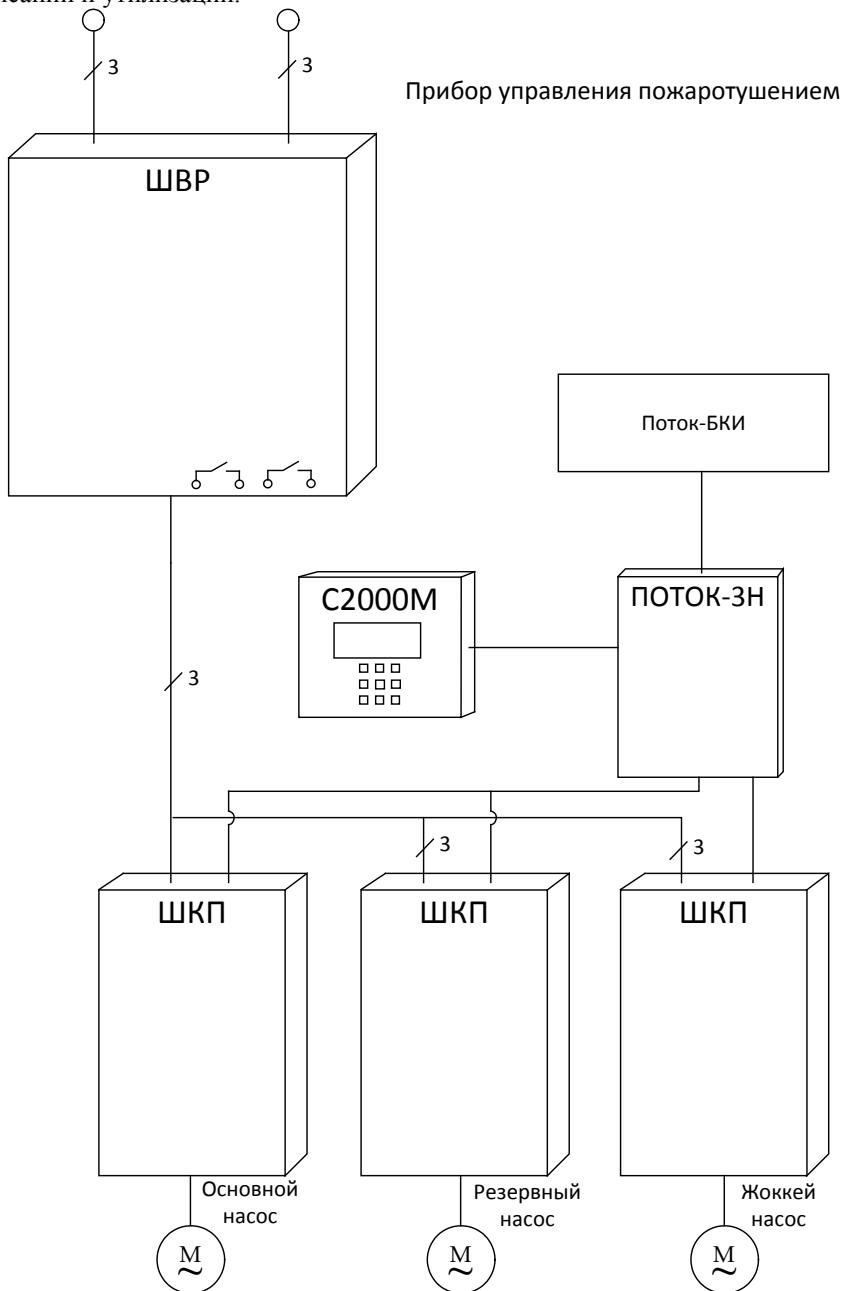

Рисунок 1. Схема питания ШКП в составе ППУ.
1.2.1 Питание ШКП и ППУ осуществляется от источника трёхфазной сети переменного тока 380 В. через шкаф ввода резерва «ШВР-110» (см. рис. 1), который имеет два ввода. «ШВР-110» обеспечивает автоматическое переключение с основного ввода на резервный при пропадании на основном вводе, и обратно.
Программирование на вкл./работа выходов 13/14 (заводская установка: вкл.) см. Рис. 1